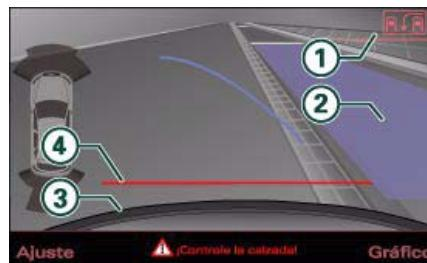
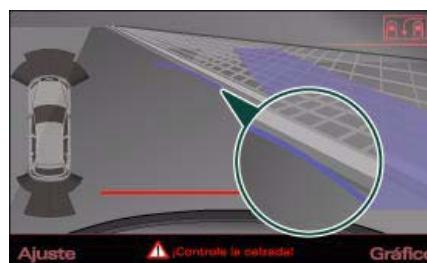

Fig. 160 Pantalla del MMI: Superficie azul en el hueco para aparcar
Fig. 161 Pantalla del MMI: Curva azul en el bordillo
- Pulse en la unidad de manejo del MMI la tecla de menú ① ⇒ página 150, fig. 160. El modo de aparcamiento 2 se indica.
- Conduzca marcha atrás y oriente el vehículo de manera que la superficie azul ② limite con el vehículo que se encuentra detrás o bien con la línea de limitación de aparcamiento. La superficie azul representa una prolongación del contorno del vehículo de unos 5 m hacia atrás. El lado largo de la superficie azul debería quedar contiguo al bordillo. Toda la superficie azul debe tener cabida en el hueco para aparcar.
- Maniobre marcha atrás hacia el hueco hasta que la curva azul toque el bordillo ⇒ página 150, fig. 161. Detenga el vehículo.
- Continúe conduciendo hacia atrás en el hueco para aparcar hasta que el vehículo quede paralelo al bordillo. ③ marca el parachoques trasero. ¡Debería dejar de hacer marcha atrás, a más tardar, en el momento en que la línea de orientación roja ④ limite con un objeto ⇒ !. Al hacerlo, preste atención a la parte delantera de su vehículo ⇒ !.
Si hay un obstáculo (por ejemplo, un muro) junto a un hueco para aparcar se deberá seleccionar una mayor distancia por el lado. Posicione el lado largo de la superficie azul dejando distancia suficiente con respecto al bordillo. La superficie no debe tocar el bordillo. El volante se deberá girar bastante antes. La curva azul ⇒ página 150, fig. 161 no debe tocar el bordillo sino que debería estar a una distancia suficiente con respecto al mismo.